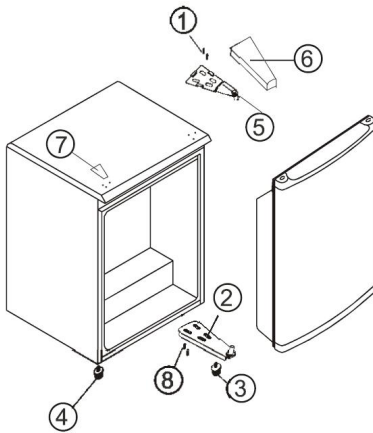

ABBILDUNG 1
- Das Gerät darf während des Transports oder der Aufstellung nur bis zu 40°C geneigt werden. In einem anderen Falle ist das Gerät erst nach 2 Stunden einzuschalten (Abb. 1).